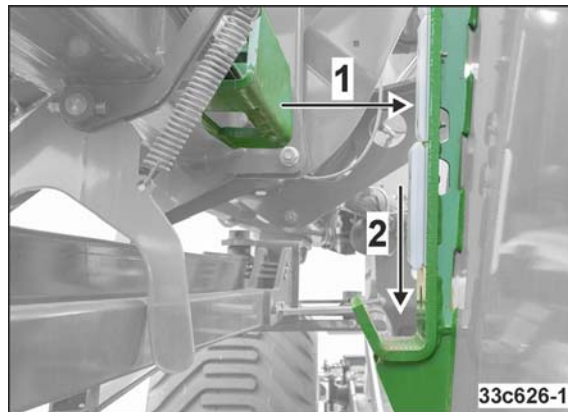

Fig. 232
- o die Maschinenausleger (Fig. 232/1) an den Gleitkufen (Fig. 232/2) der Verriegelungshaken anliegen.